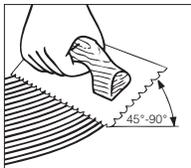

Figure 4
- Tenir la truelle à un angle d'au moins 45° (Figure 4), fermement contre le sous-plancher afin d'obtenir un taux d'étalement de 4 à 5,5 m2/litre (40 à 60 pi2/gal US).